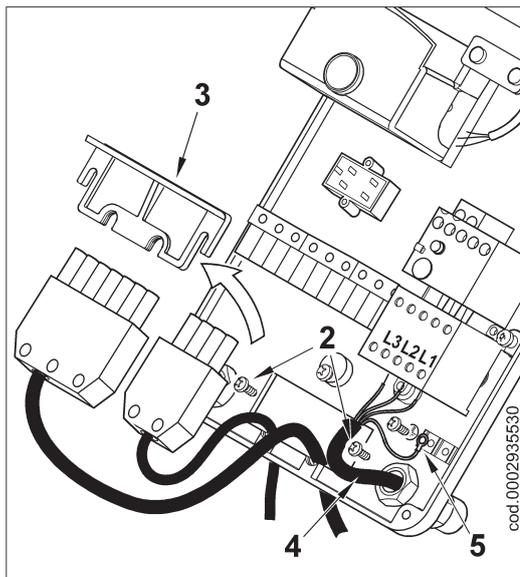

Abbildung 2
- 2) Die Schrauben (2) lockern und nach dem Entfernen der Zugentlastung (3) durch die Öffnung der beiden Stecker mit 7 und 4 Pins führen (siehe Abbildung 2). Bei dreiphasigem Brenner die Versorgungskabel (4) am Schaltschütz anschließen, das Masseanschlusskabel (5) anbringen und die betreffende Kabelverschraubung festziehen.